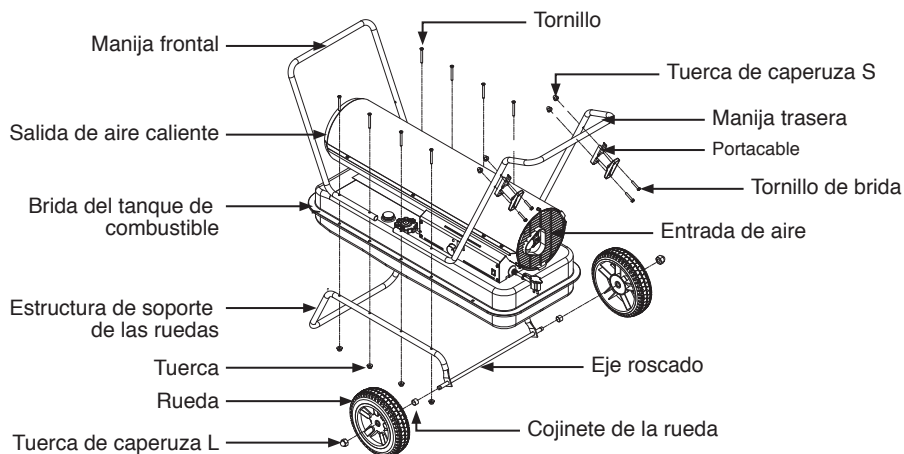

Figura 7. Ensamblado de la Manija, la Rueda y la Envoltura del Cordón
- 4) Coloque las manijas sobre la brida del tanque de combustible. Inserte los tornillos a través de las manijas, de la brida del tanque de combustible y de las estructuras de soporte de las ruedas como se ilustra en la Figura 7 y fije la tuerca ajustándola con los dedos después de insertar cada tornillo.